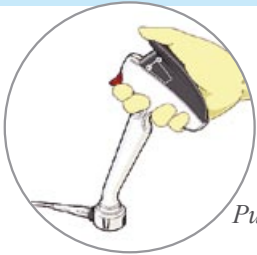

Рисунок 8
- Обхватите рукоятку аппликатора (когда порт установлен в аппликатор и предохранительная пластина удалена) ладонью одной руки, следя за тем, чтобы не нажать на красный предохранительный блокиратор. Без поднятия предохранительного блокиратора аппликатор находится в заблокированном положении и серый рычаг прошивания не поддается надавливанию (Рисунок 8).